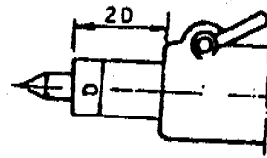

Figura 4
2. El eje del cabezal móvil debe quedar dos veces su diámetro fuera del cabezal, como máximo (Figura 4).